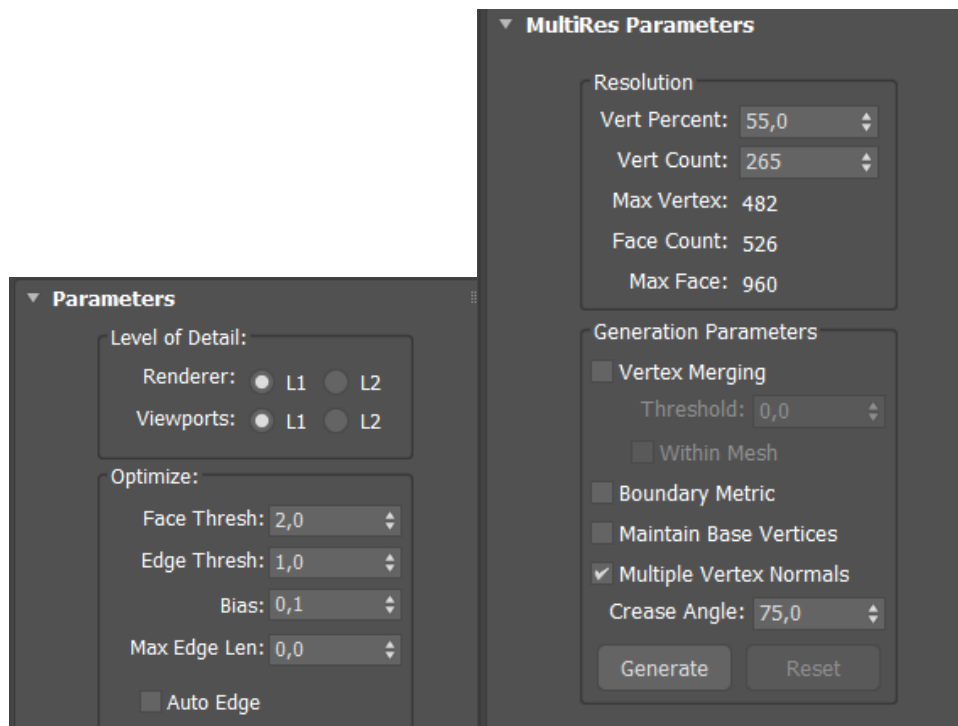

Рисунок 91 – Параметры модификаторов Оптимизировать (Optimize) и Разрешающая способность (MultiRes)
- Модификаторы **Оптимизировать (Optimize)** и **Разрешающая способность (MultiRes)** позволяют достаточно быстро сократить количество полигонов в объекте. Основным отличием этих модификаторов друг от друга является то, что модификатор **Оптимизировать (Optimize)** уменьшает число точек объединяя точки стоящие на определенном расстоянии, а модификатор **Разрешающая способность (MultiRes)** в свою очередь предлагает пользователю указать нужное количество точек (рис. 91).